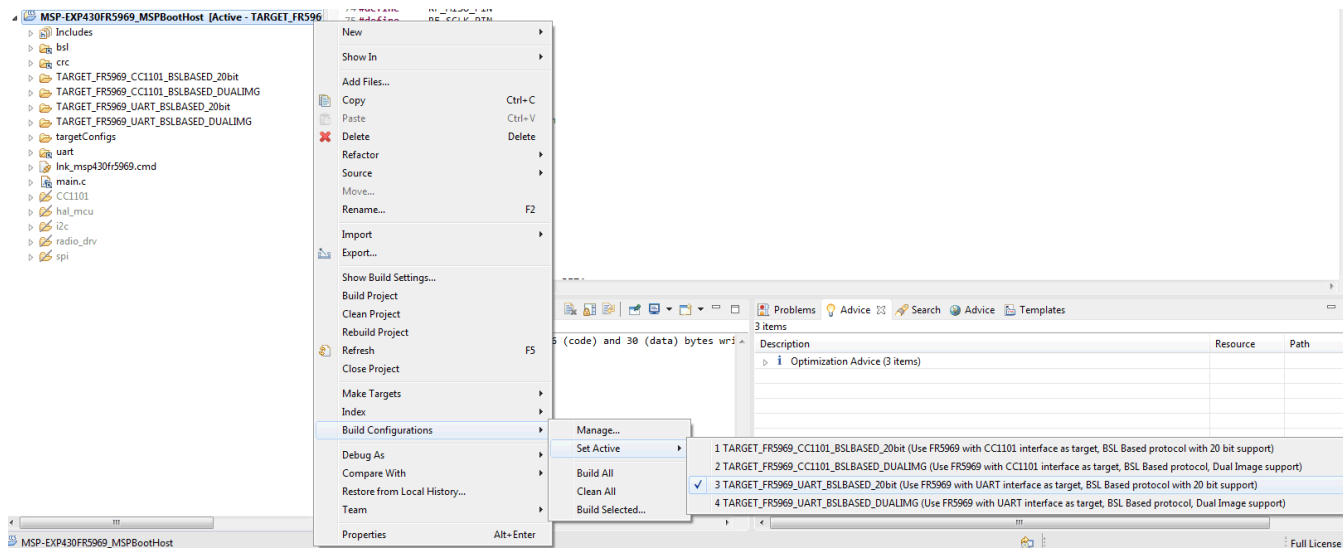

图 13. 在 CCS 中选择主机项目的目标
2. 选择目标衍生品。这可以使用 CCS 中的不同目标配置进行选择（请参见图 13）